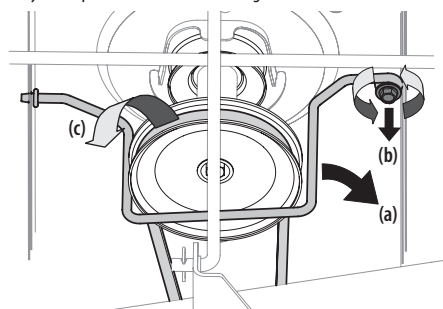

Figura 30
3. Retire la varilla de la guarda de la correa (a) de alrededor de la polea del motor del tractor, sacando el tornillo autorroscante (b) que le asegura. Consulte la Figura 30.
4. Retire la correa (c) de alrededor de la polea del motor del tractor y de las poleas locas. Consulte la Figura 30.